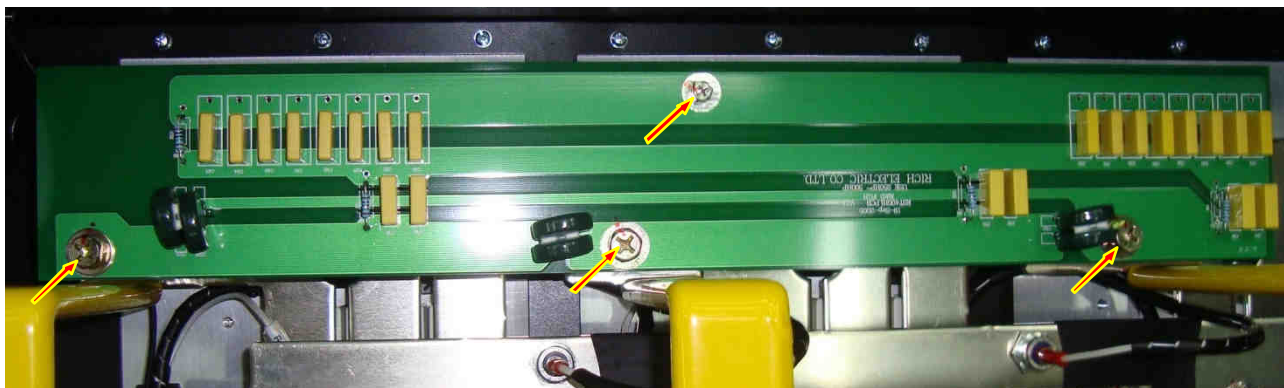

Рис. 7.35.
- 7.15.1. Установить плату варисторов на шестигранные стойки, вкрутив 4 винта (рис. 7.35).